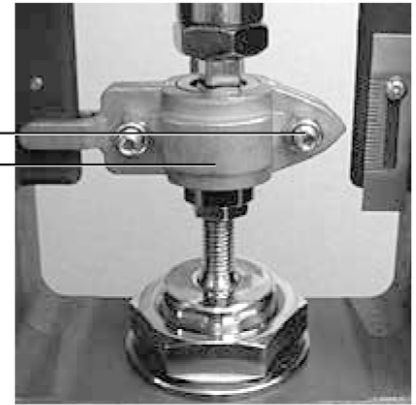

Fig. 15
- Appliquer juste assez de pression d'air pour ouvrir complètement la vanne (voir Fig. 15).
- Ouvrir l'alimentation d'air pour permettre à l'actionneur de se rétracter complètement (voir Fig. 15).